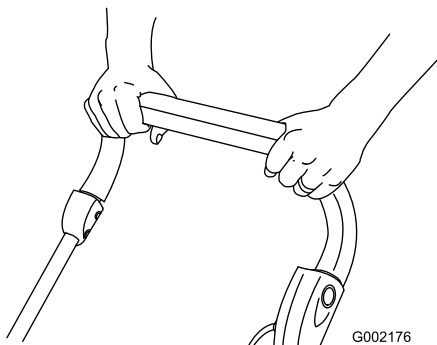

Figura 17
5. Tenete la barra di comando contro la stegola e rilasciate il pulsante (Figura 17).